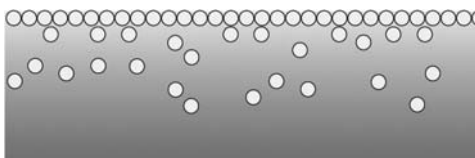

Рис. 4. Распределение наночастиц в объеме лакового покрытия
2. Включения в рецептуру лака всплывающих микрочастиц (а точнее, наночастиц), например, на основе обладающего высокой твердостью карбида или оксида кремния, которые образуют на поверхности лакового покрытия специальный слой с повышенной механической прочностью. Его толщина примерно 6 мкм, что составляет около 10 % от общей толщины покрытия (см. рис. 4). В то же время лаковое покрытие под этим сверхпрочным слоем обладает традиционными свойствами. Как следствие комбинации свойств обоих слоев покрытия, оно обладает максимально высокой устойчивостью к образованию царапин.